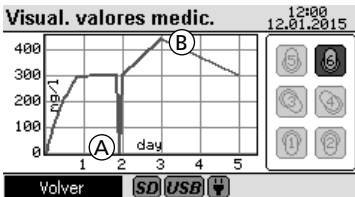

Imagen 11
El **Rango inferior (A)** se muestra como cero y el **Rango sobrepasado (B)** con el valor máximo representable del intervalo de medida. Si una medición no ha sido correcta, el valor de medición se ignorará en este momento, véase Imagen 11.